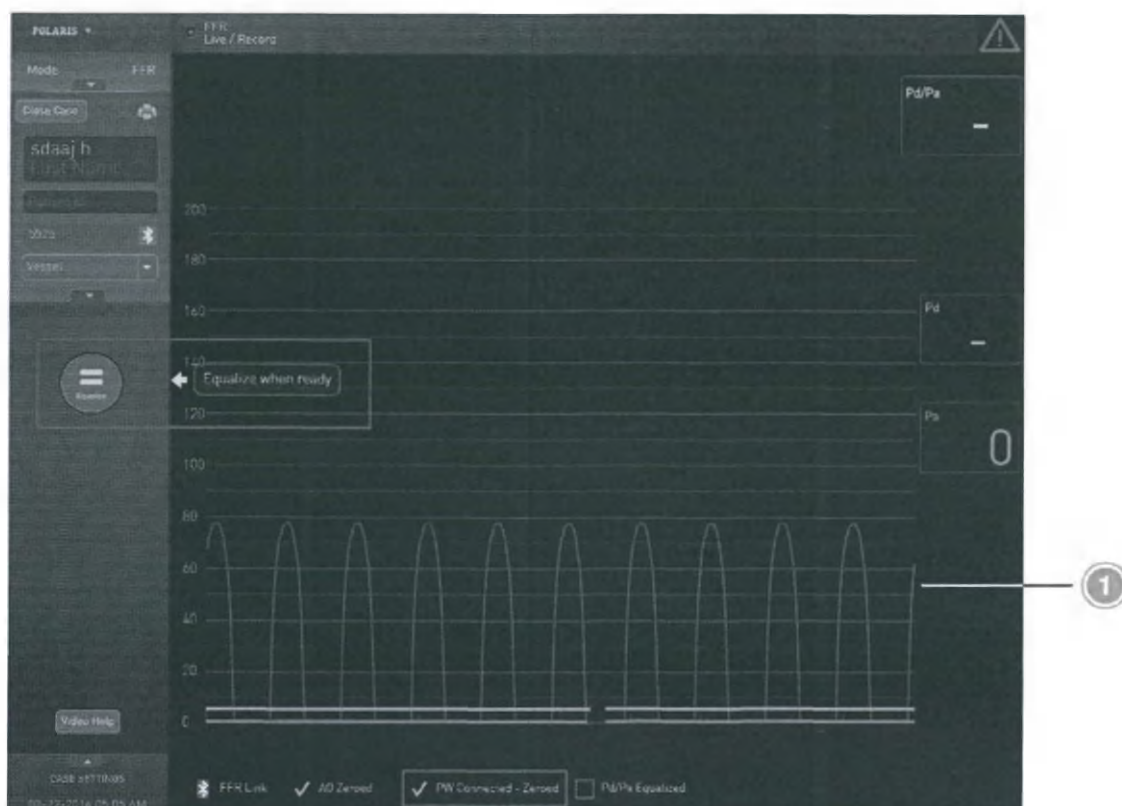

Рисунок 2-16: Поле индикации состояния АО теперь проверено
- Обратите внимание, что сообщение «Обнуление АО завершено» отображается кратко в верхней части экрана, после этого проверьте поле индикации состояния АО в нижней части экрана. См. Рисунок 2-16.